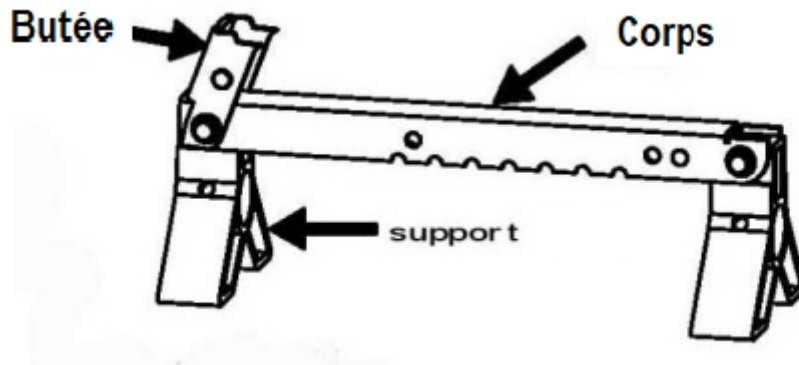

Figure 1
1. Assemblez le support avec le panneau au moyen d'un boulon (M10*55) 、 (M10*65), une rondelle (M10) et un écrou (M10) pour former un ensemble de support. Comme indiqué sur la Figure 1